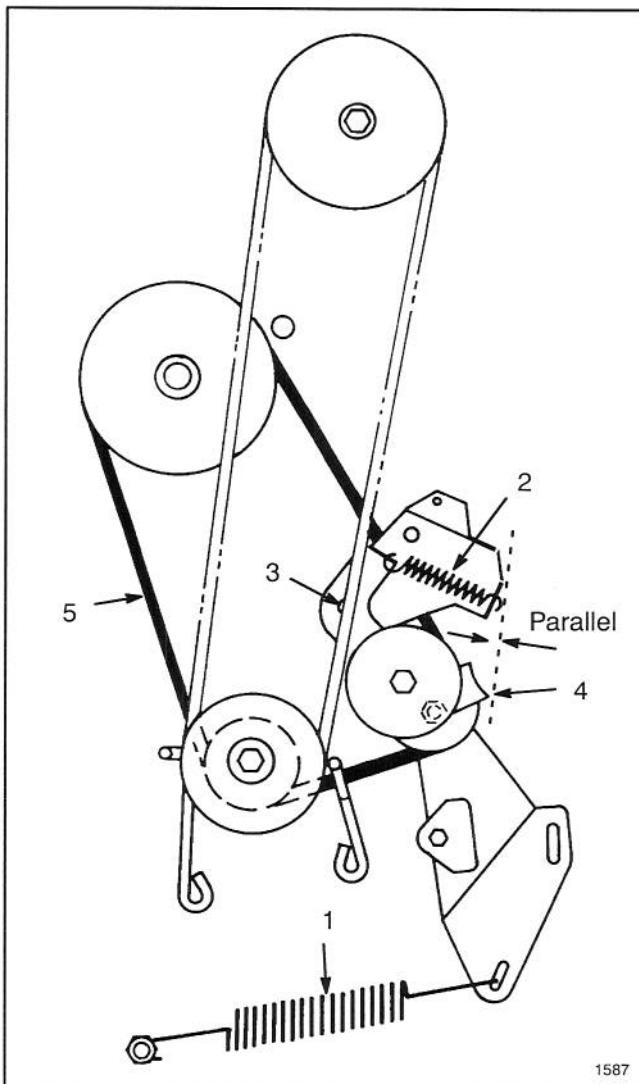

Abbildung 19
7. Die große Traktionsfeder von der Montageschraube loshaken (Abb. 19). Beim Entfernen der Feder vorsichtig sein, weil sie unter starker Spannung steht.
8. Die Leitradfeder vom Leitradbügel loshaken (Abb. 19).
9. Sicherungsmutter und Unterlegscheibe entfernen, mit denen der Leitradbügel am Rahmen befestigt ist, und den Bügel entfernen (Abb. 19).
10. Die Sicherungsmutter an der Scheibe lösen, bis die Riemenführung entfernt werden kann (Abb. 19). Den Riemens von allen Scheiben entfernen.
- Hinweis:** Bei Installation der Riemenführung an der Leitadscheibe darauf achten, daß die Kante der Riemenführung parallel zum Rahmen liegt, siehe Abbildung 19.